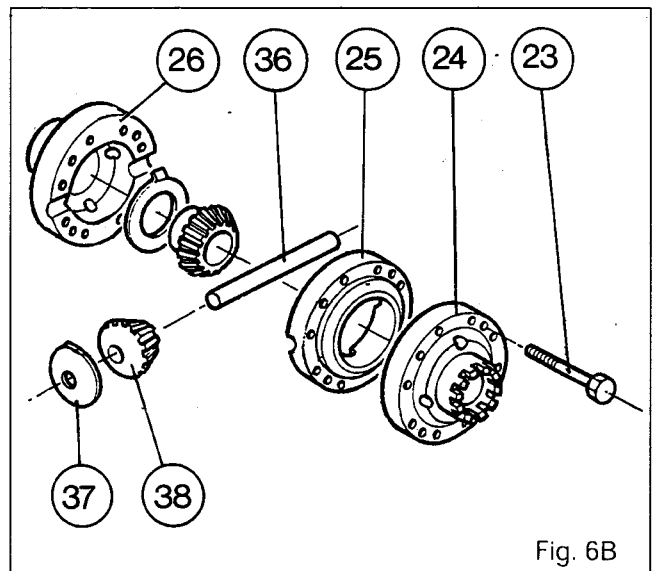

Fig. 6B
- Fig. 6B: AG 85 - AG 105 - AG 125.